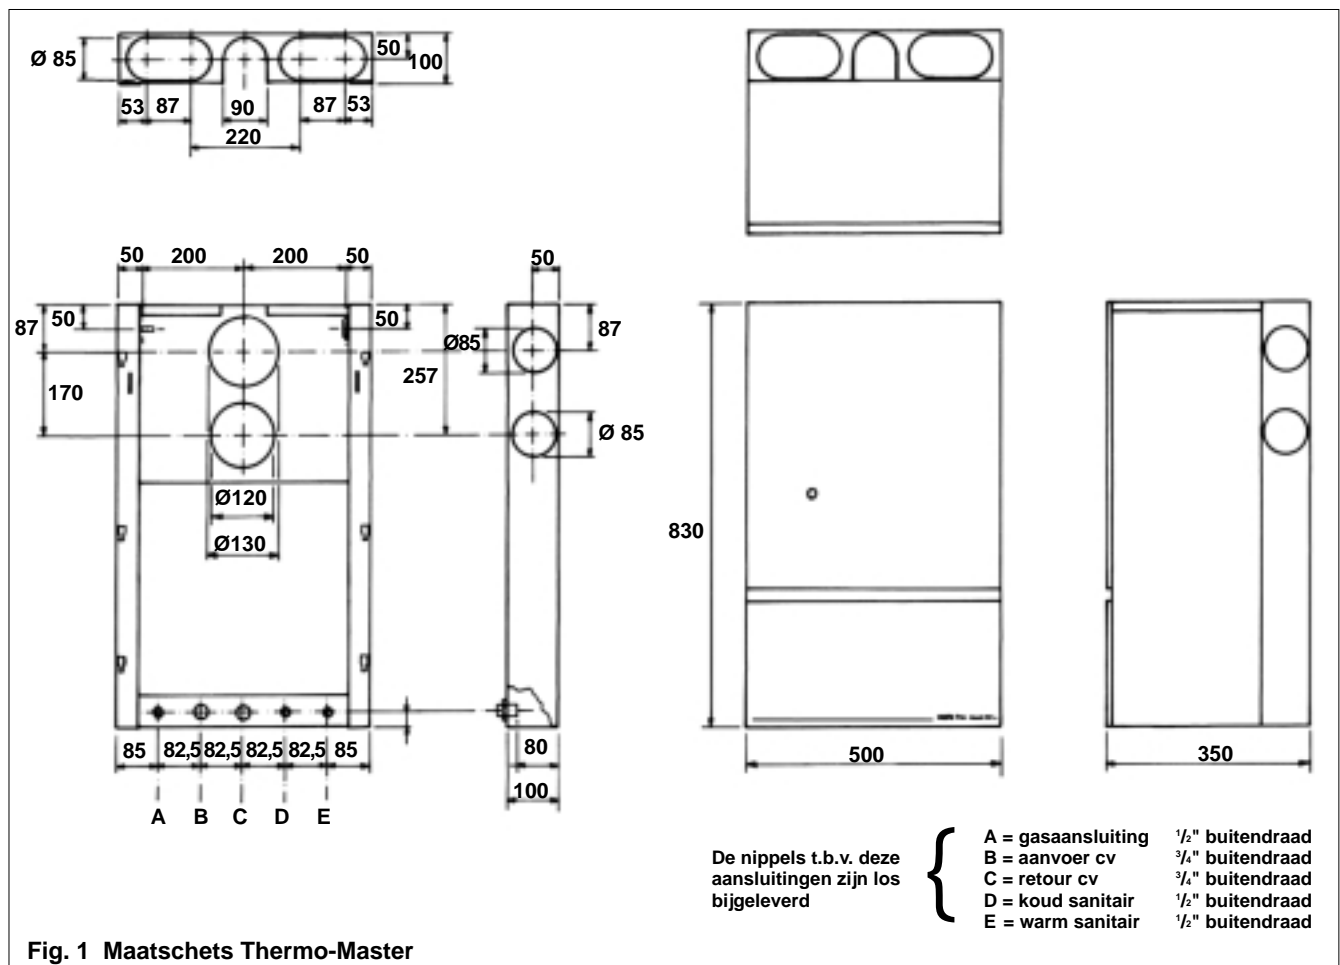

Fig. 1 Maatschets Thermo-Master
- Raadpleeg, voor het opstellen, de maatschets van de ketel (fig.1)